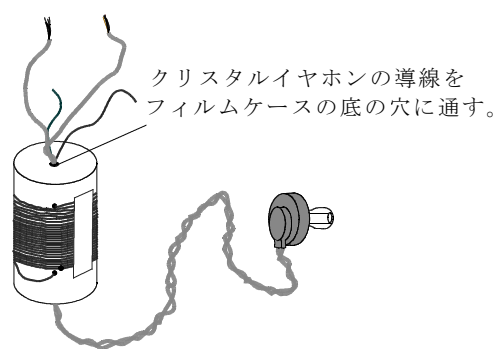

図2 コイルとイヤホン
- 2 クリスタルイヤホンの導線をフィルムケースの穴に通す（図2）。